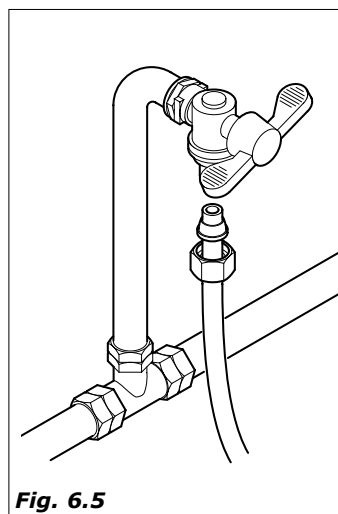

Fig. 6.5
- conecten el grifo al distribuidor, utilizando para ello un tubo en nylon apto para alimentos y que pueda soportar la presión de red. Si se utiliza un tubo flexible hay que montar en su interior el casquillo de refuerzo entregado con el equipo (Fig. 6.5).
- la conexión prevista es de 3/8 macho(Fig.6.5).